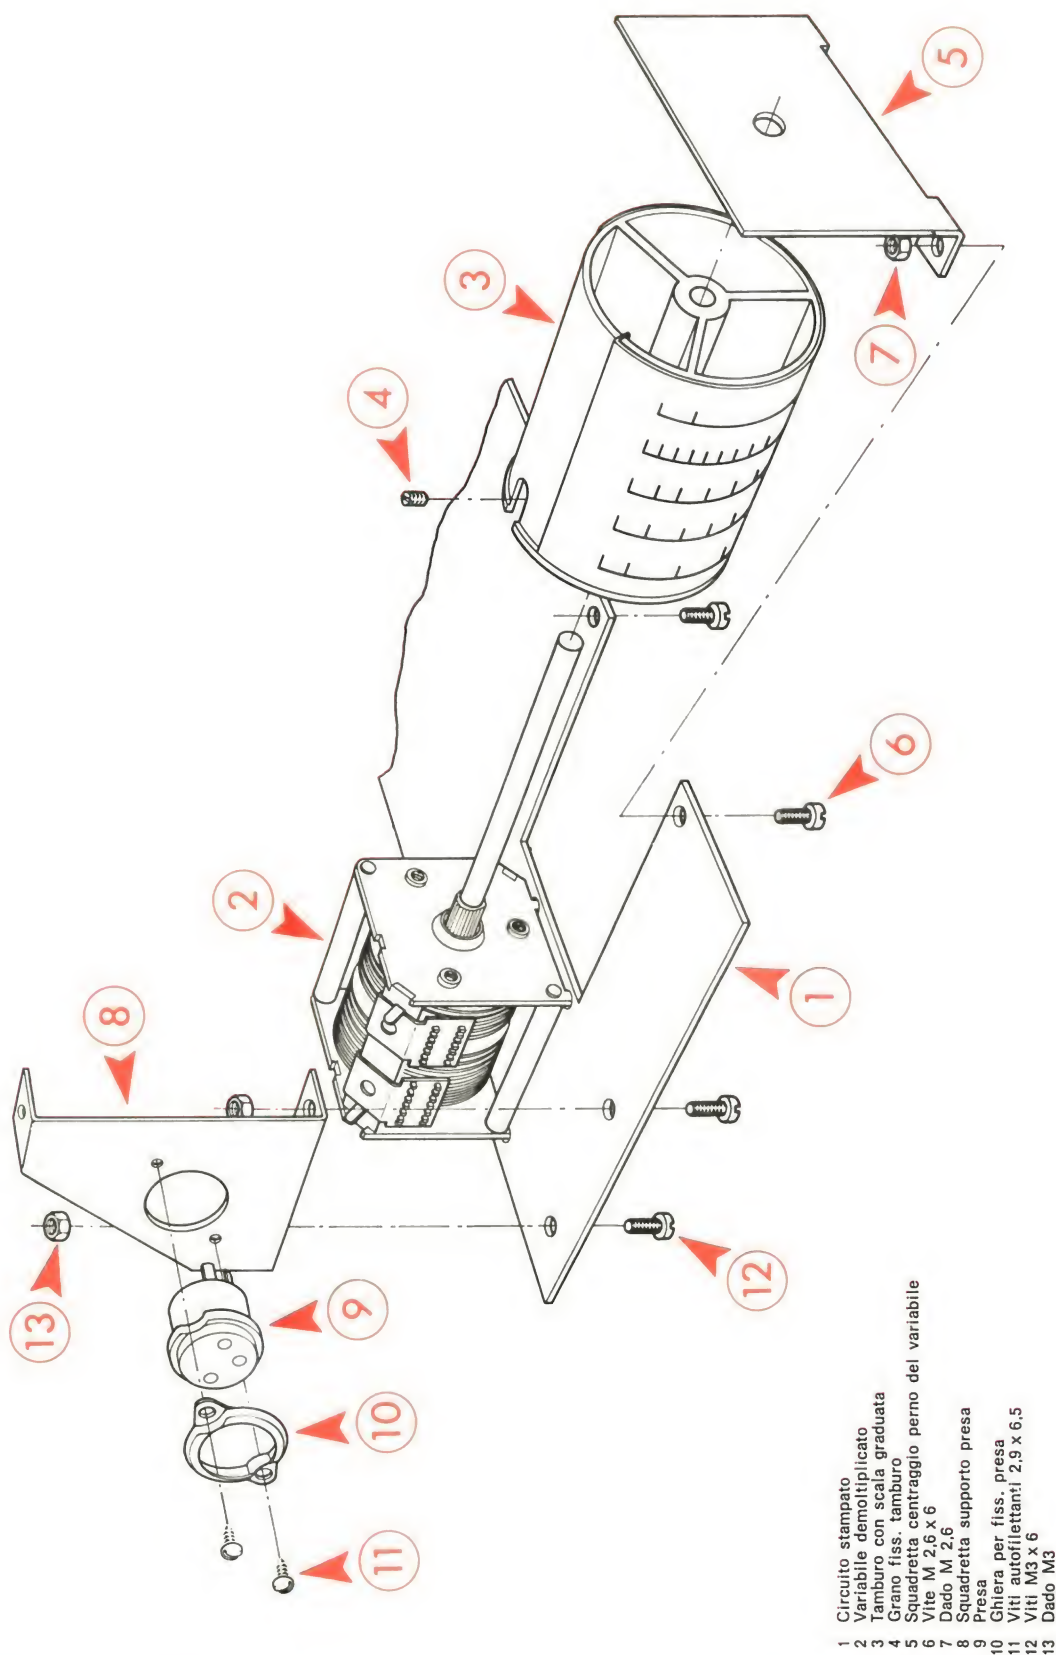

Fig. 5 - Montaggio condensatore variabile.
□ Montare sul coperchio (9) la piastrina con linea di fede (8) fissandola con della colla.
□ Fissare sul perno del variabile la manopola di comando (11).
□ Regolare la posizione del tamburo graduato in modo che a variabile completamente aperto, la linea di fede coincida con il termine della graduazione corrispondente alle frequenze maggiori, allentando momentaneamente il grano (4) di fig. 5.
□ Incollare i quattro feltrini autoadesivi (13) alla scatola (1).
□ Fissare il coperchio alla scatola mediante le quattro viti autofilettanti (12).
□ Montare la manopola (10) sul perno del potenziometro P1.